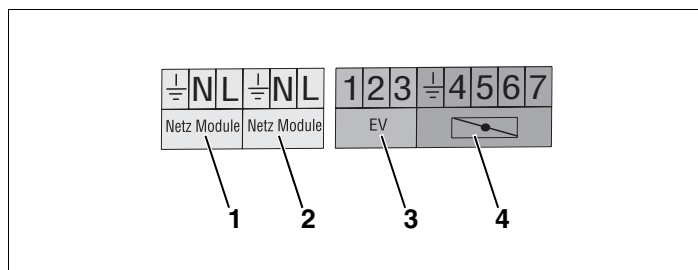
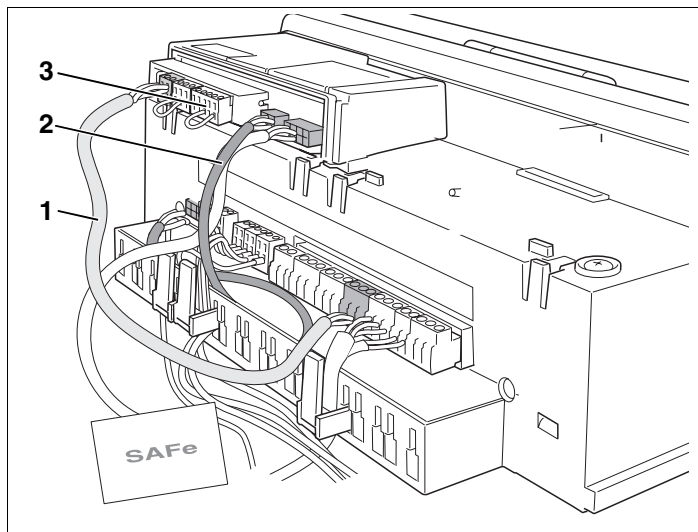
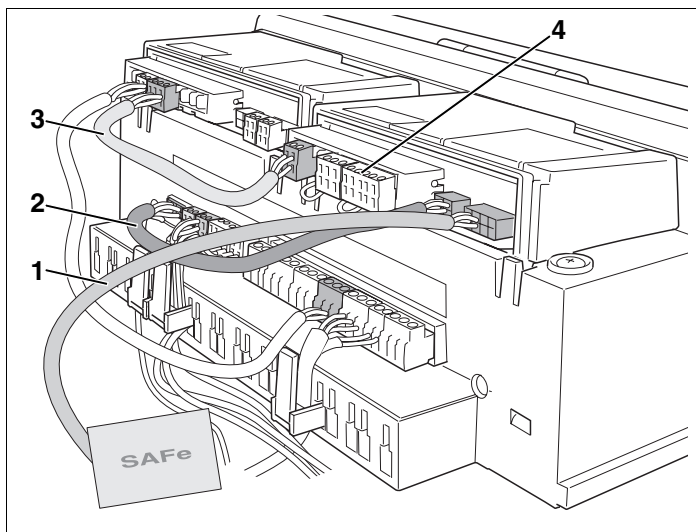

Abb. 2 Anschlüsse 230 V
Abb. 7 Elektrische Anschlüsse für Umschaltmodul UM10 herstellen
Abb. 8 Elektrische Anschlüsse für Umschaltmodul UM10 herstellen
- Busleitung (Abb. 7, **Pos. 2**) in die Steckbuchse in der MC10 einstecken, aus der Sie das SAFe-Kabel vorher abgezogen haben. Das andere Leitungsende in der UM10 einstecken.
- Netzanschlussleitung (Abb. 7, **Pos. 1**) am UM10 und der MC10 einstecken.
- Weitere Komponenten mit den Klemmen (Abb. 7, **Pos. 3**) des Umschaltmodules nach Anschlussplan verdrahten (siehe auch Abb. 2, Seite 6).
- SAFe-Kabel (Abb. 8, **Pos. 1**) von der MC10 abziehen und in die Steckbuchse des UM10 einstecken.
- Busleitung (Abb. 8, **Pos. 2**) in den Stecker in der MC10 einstecken, aus dem Sie das SAFe-Kabel vorher abgezogen haben. Das andere Leitungsende in der UM10 einstecken.
- Netzanschlussleitung (Abb. 8, **Pos. 3**) vom ersten Funktionsmodul in die Klemmen des UM10 einstecken.
- Weitere Komponenten mit den Klemmen (Abb. 8, **Pos. 4**) des Umschaltmoduls nach Anschlussplan verdrahten (siehe auch Abb. 2, Seite 6).
Mit dem Funktionstest kann der Ausgang des UM10 (Klemme 5) über die Bedieneinheit RC35 angesteuert werden. Die Klemmenbezeichnungen beziehen sich auf die in Abb. 2, Seite 6 gezeigten Klemmen.